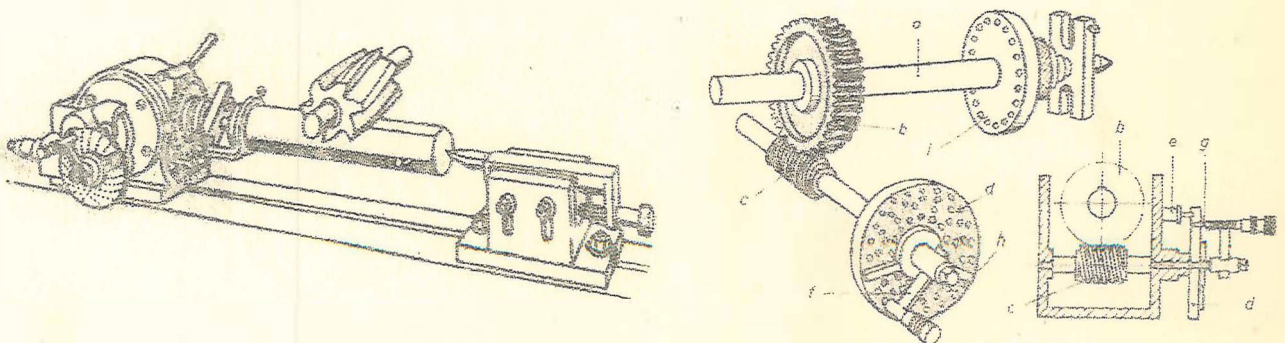

FIGURA 2.
2.- TERMINOLOGIA. Ver Figura 2.